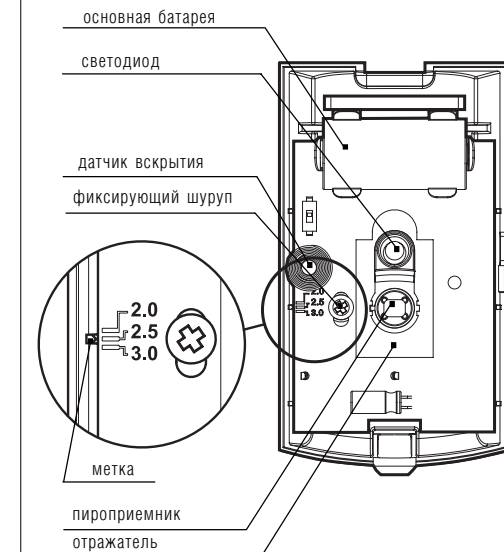

Рис. 2
5. Ослабить шуруп, фиксирующий крепление платы, сопоставить метку с риской, соответствующей высоте установки извещателя (рис.2). Это обеспечит дальность действия извещателя (12±0,1) м. Закрепить плату фиксирующим шурупом.
6. Закрепить основание шурупом (8) на кронштейне под выбранным углом в горизонтальной плоскости.